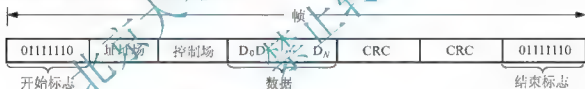

图 7.46 面向比特型的数据格式
(2) 面向比特型的数据格式：根据同步数据链路控制规程(SDLC)，面向比特型的数据以帧为单位传输，每帧由 6 个部分组成：第 1 部分是开始标志“7EH”；第 2 部分是一个字节的地址场；第 3 部分是一个字节的控制场；第 4 部分是需要传送的数据，数据都是位(bit)的集合；第 5 部分是两个字节的循环控制码 CRC；最后部分又是“7EH”，作为结束标志。面向比特型的数据格式如图 7.46 所示。